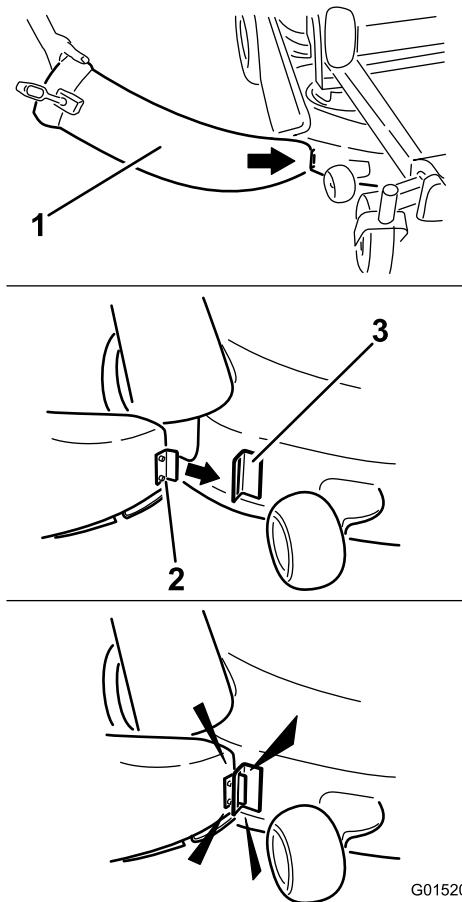

Bild 21
- Winkeln Sie die Metallzunge vorne am Auswurfkanal in den Schlitz in der Halterung ab, die am Mähwerk vor dem Versatz angeschweißt ist (Bild 21).